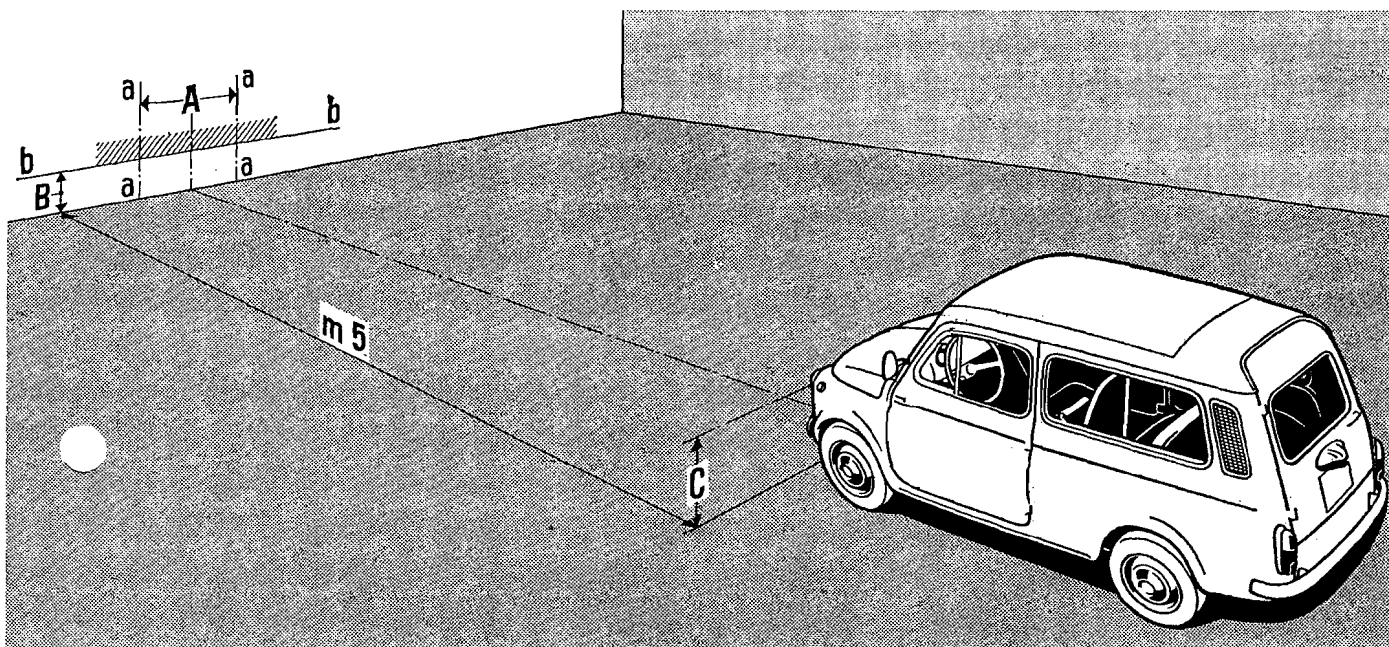

Fig. 115. - Schema per l'orientamento delle luci dei proiettori.
Sistemare la vettura su un terreno piano, a 5 metri da uno schermo bianco opaco situato in penombra (fig. 115), ed assicurarsi che l'asse della vettura sia perpendicolare alla superficie dello schermo.
Tracciare sullo schermo due linee verticali (a-a, fig. 115) alla distanza di cm 83 (A) corrispondente all'interasse dei fari. È tollerata una maggiorazione della distanza (A) di 13 cm (corrispondenti ad una divergenza dei fasci luminosi di 1° 30' totali).
- Inserire il fascio luminoso anabbagliante; la linea di demarcazione orizzontale fra la zona oscura e quella illuminata non deve trovarsi al disopra della linea orizzontale b-b (fig. 115).